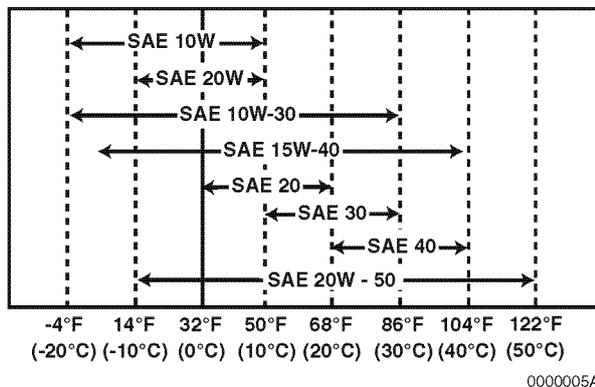

Abbildung 3
3. Wählen Sie die Ölviskosität nach den Umgebungstemperaturen vor Ort aus. Siehe SAE-Viskositätstabelle (**Abbildung 3**).
Die passende Motorölviskosität basierend auf der Umgebungstemperatur und anhand der SAE-Viskositätstabelle in **Abbildung 3** wählen.